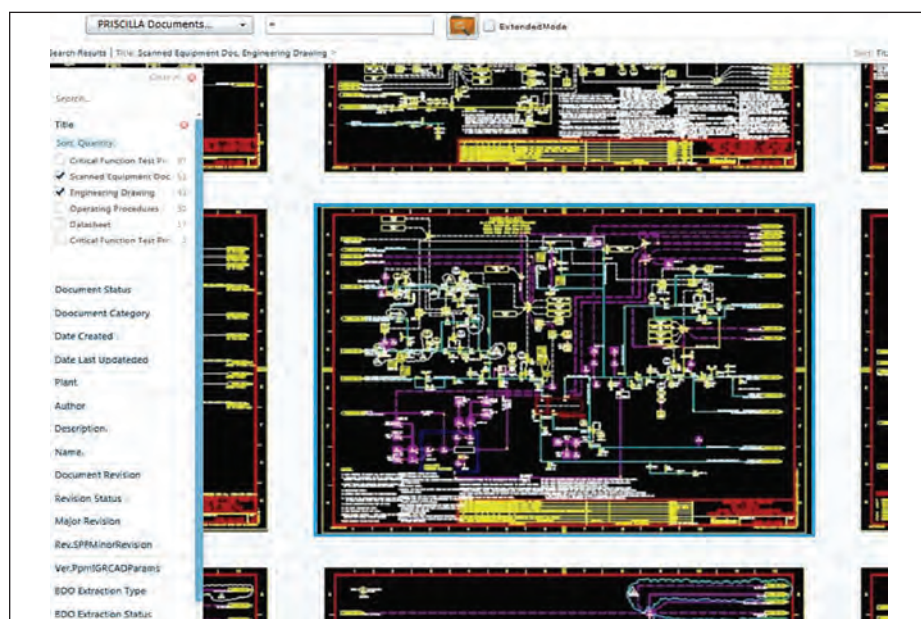

Рис. 10. Dashboard
2. Dashboard – отображение данных по принципу проводника Windows (рис. 10).